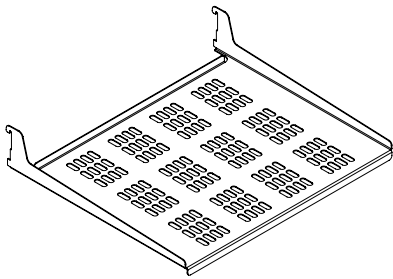

Figure 34
(2) étagères métalliques perforées en porte-à-faux (Voyez la Figure 34).